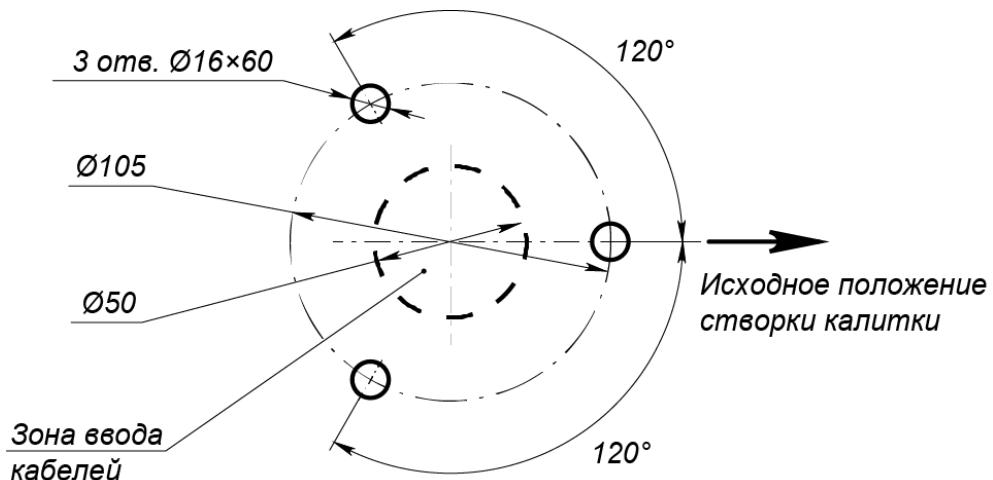

Рисунок 10. Схема разметки для монтажа калитки1
2. В соответствии со схемой, приведенной на рис. 10, произведите разметку и разделку отверстий в полу под гильзы анкеров (9) для крепления стойки калитки. При необходимости используйте разметочный шаблон из комплекта поставки.
4. При необходимости прокладки кабелей питания (13) и управления (14) под поверхностью пола подготовьте в полу кабельный канал, подходящий к зоне для ввода кабелей в стойку калитки. Расположение зоны подводки кабелей указано на схеме, приведенной на рис. 10.